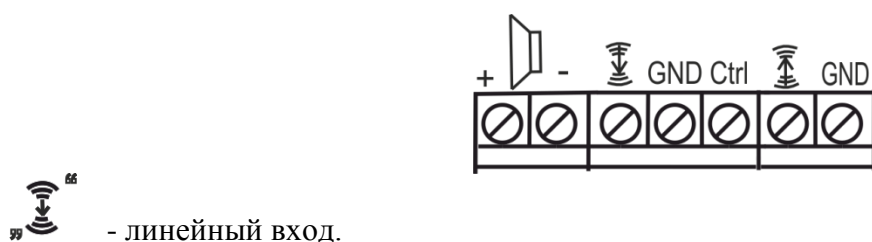

Рисунок 4.15
4.4.8.8 На внешней стороне основания ОПР расположены внешние клеммники черного, белого и красного цвета, соединенные проводами с клеммниками, расположенными на плате: черный – с GND, белый – с линейным входом, красный – с CTRL (см. рисунок 4.15).